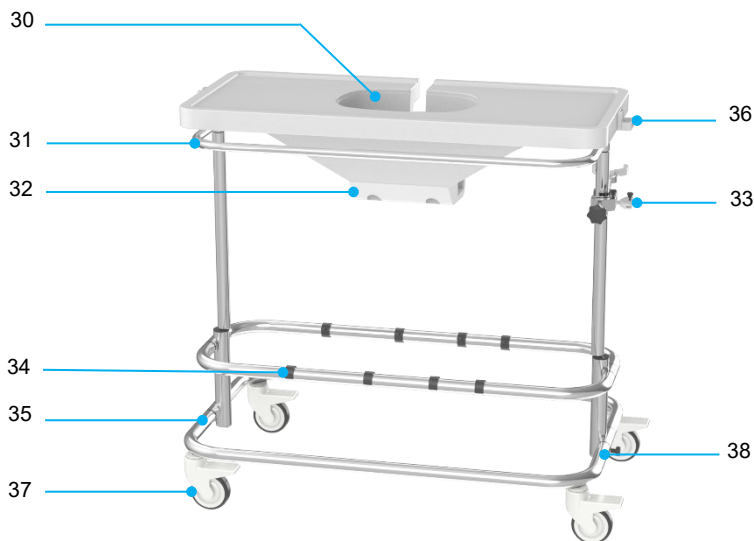
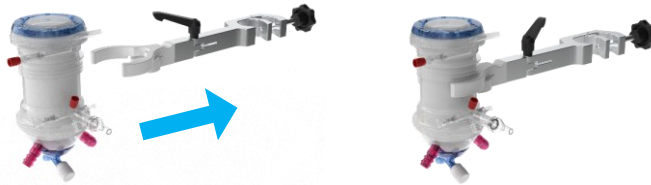

Abbildung 7 Rollwagen
Abbildung 9 Befestigung des Oxygenators an der Halterung
Die Thermoeinheit und die Pumpeneinheit sind auf einem Rollwagen montiert (Abbildung 7). CDR Wagen ist mit Lenkrollen mit Bremsen und einer Griffstange zum Schieben ausgestattet, um den Transport innerhalb des Krankenhauses zu ermöglichen.
Oben auf dem Wagen ist eine Tischplatte angebracht, die als Arbeitsfläche dient. Auf der Tischplatte befindet sich der Halter für den Behälter für die Niere; eine Vertiefung, in die der Behälter des Einweg-Perfusionssets für die Niere (siehe Abbildung 9, Ziffer 3) gesetzt wird. Die wärmeisolierenden Eigenschaften der Tischplatte halten die Perfusionstemperatur im Behälter für die Niere aufrecht. Unter der Tischplatte befindet sich eine Thermoabdeckung, die die Perfusionsleitungen vor der von der Thermoeinheit erzeugten heißen Luft schützt und so die thermische Leistung des Systems verbessert. An der rechten Seite des Tisches ist ein Drucksensorhalter angebracht, in dem der Einweg-Drucksensor auf gleicher Höhe mit der Niere platziert ist. Der Drucksensorhalter weist eine Klammer auf, um eine unbeabsichtigte Veränderung der Position des Drucksensorventils zu vermeiden. An der rechten Seite des Rollwagens befindet sich eine Oxygenatorhalterung zur Platzierung des Oxygenators des Perfusionssets. Zusätzlich ist der Halter mit einer Klemme für den Probenverteiler ausgestattet.
Das Kidney Assist-Perfusionsset ist eine Einweg-Vorrichtung, die dafür ausgelegt ist, bei jeder Perfusion sowohl die Niere als auch die Perfusionslösung aufzunehmen (Abbildung 9). Die Sets sind steril und in einer Polystyrolschale verpackt, die mit einer Tyvek-Folie versiegelt ist.
Zusätzliche Komponenten, die in Abbildung 9 nicht dargestellt sind:
- Bringen Sie den Rollwagen in die richtige Position und arretieren Sie die Bremsen an den Lenkrollen (Abbildung 7, Ziffer 35).
- Setzen Sie den Behälter für die Niere in die Vertiefung des Kidney Assist-Tisches (Abbildung 7, Ziffer 30).
- Bringen Sie den Drucksensor an den Halterungen an der Seite der Tischplatte an (Abbildung 7, Ziffer 36).
- Bringen Sie den Oxygenator an der Halterung am Rollwagen an (Abbildung 7, Ziffer 37), indem Sie ihn in die Klemme drücken (Abbildung 9).